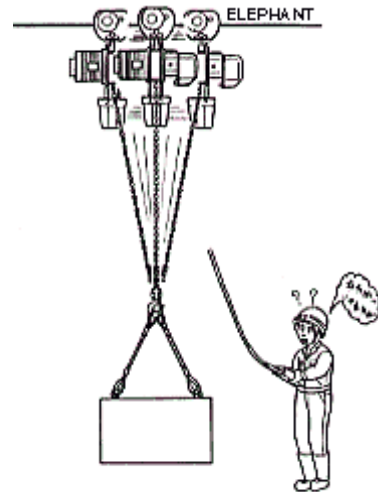

図8 プラッキングについて
(3)急激な発進・停止操作や全速運転時の急激な運転方向の逆転(例えば東←→西 etc)操作は、クレーンの寿命を著しく低下させるだけでなく、つり荷の荷くずれや事故につながりますので絶対にしないでください。(図8)